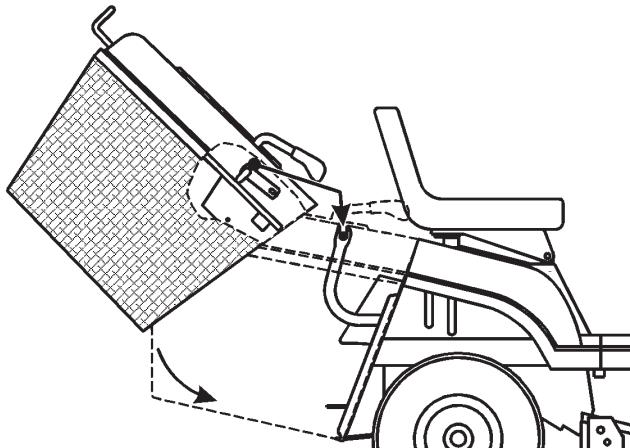

Bild 42
1. Kippen Sie den Graskollektor mit beiden Händen nach vorne (Bild 42).
2. Kippen Sie den Kollektor um ungefähr 40 Grad nach vorne. Schieben Sie ihn dann auf die Stützschienen hinten Traktor (Bild 42). Achten Sie darauf, dass der Pfeil oben am Graskollektor mit dem Pfeil am Traktor ausgerichtet ist.